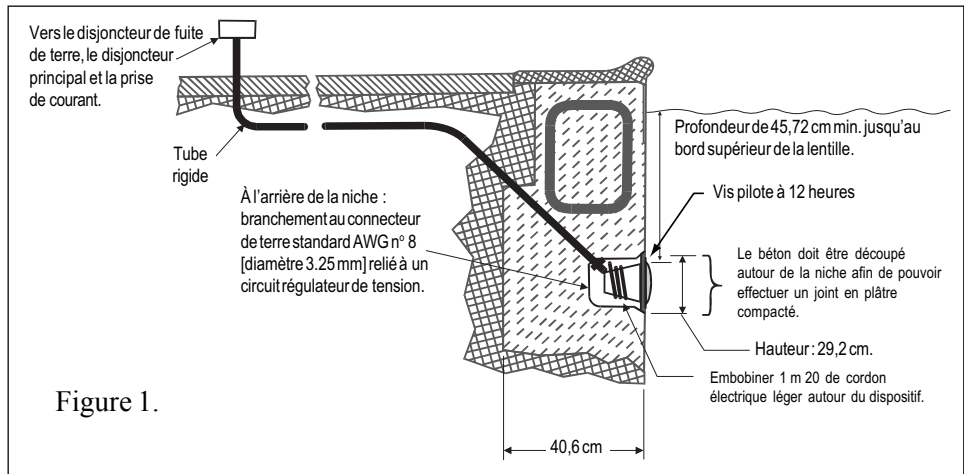

Figure 1.
A. Étapes préliminaires à accomplir par l'électricien avant l'installation du luminaire (voir figure 1).
1. Faites passer le cordon électrique dans le tube jusqu'à la boîte de raccordement en laissant au moins 1 m 20 de cordon à embobiner autour du dispositif lumineux (voir figure 1). Cette longueur de cordon supplémentaire permettra l'entretien du dispositif lumineux après le remplissage de la piscine.
5. Laissez au moins 1 m 20 de cordon à embobiner autour du dispositif luminaire (voir figure 1). Cette longueur de cordon supplémentaire permettra l'entretien du dispositif luminaire après le remplissage de la piscine.